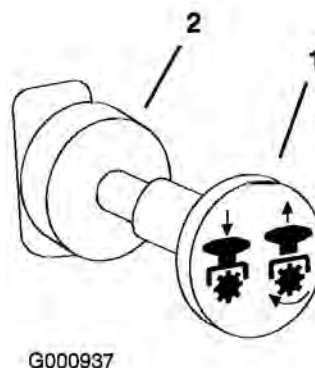

Figure 11
3. Placez la commande de prise de force (PDF) en position désengagée (Figure 11).
- Placez la commande de PDF en position désengagée (Figure 11).